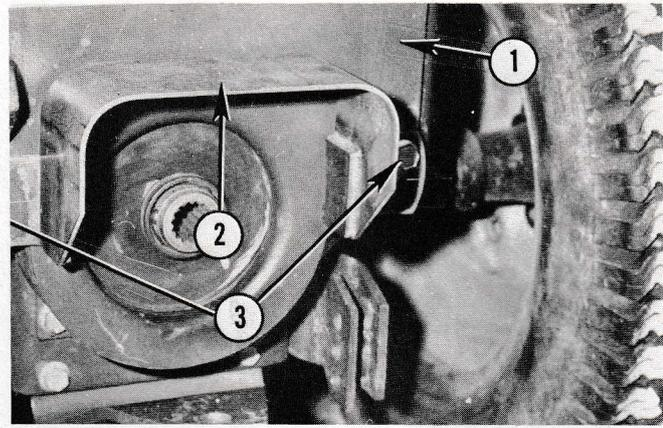

Fig. 13A – Montage de protecteur de PDF
Un protecteur de PDF arrière (accessoire code 10 356 A91) (Fig. 13A) doit être posé avant d'utiliser un instrument entraîné par PDF arrière.
2. Monter le protecteur de PDF (N° 2, Fig. 13A) sur le couvercle de PDF arrière (N° 1) avec les boulons à tête hex de 3/8" x 7/8" (N° 3).